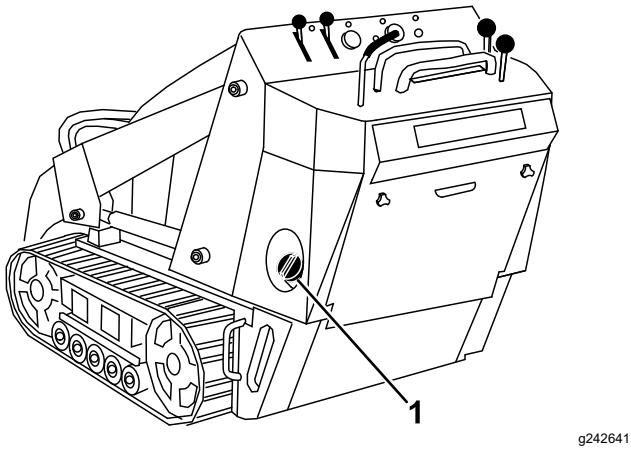

Figura 14
3. Limpie la zona alrededor del tapón del depósito de combustible y retire el tapón (Figura 14).